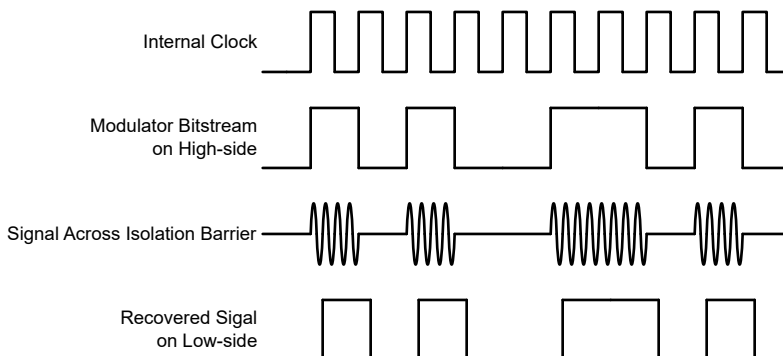

図 7-1. OOK ベースの変調方式
図 7-1 に示されているように、AMC0380D は、オン / オフ キーイング (OOK) 変調方式を使用して、変調器の出力ビットストリームを、SiO₂ ベースの絶縁膜間で伝送します。送信ドライバ (TX) をに 機能ブロック図 示します。TX は、内部で生成された高周波キャリアを絶縁バリア越しに送信し、デジタル 1 を表現します。ただし、TX はデジタル 0 を表す信号を送信しません。AMC0380D で使用されるキャリアの公称周波数は 480MHz です。